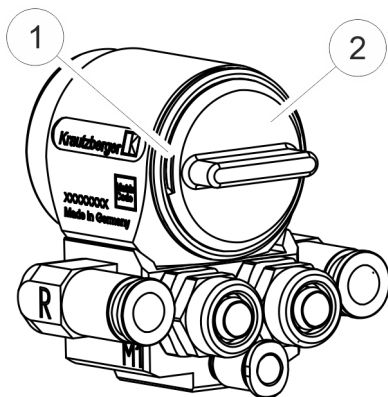

Fig. 19: Rimozione del tappo di copertura
5. ➡ Allentare e rimuovere l'elemento di chiusura (Fig. 19/1) con una chiave a bussola (dimensione **SW19**).